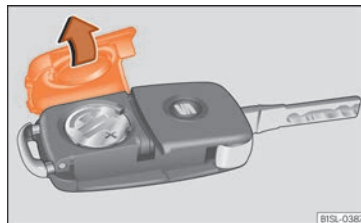

Fig. 87 Llave del vehículo: tapa del compartimento para la pila.
- Retire la tapa en la parte trasera de la llave del vehículo »» fig. 87 en la dirección de la flecha »» ❶.
- Coloque la tapa tal como se muestra »» fig. 87 y presiónela en la carcasa de la llave del vehículo en sentido contrario a la flecha hasta que encastre.
❶ CUIDADO